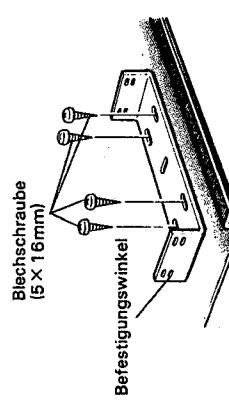

Abb. 1
- Zunächst das notwendige Werkzeug bereitzustellen. (Abb. 1)
1. Nachdem der Einbauort festgelegt ist, die Halterung montieren. (Abb. 1)